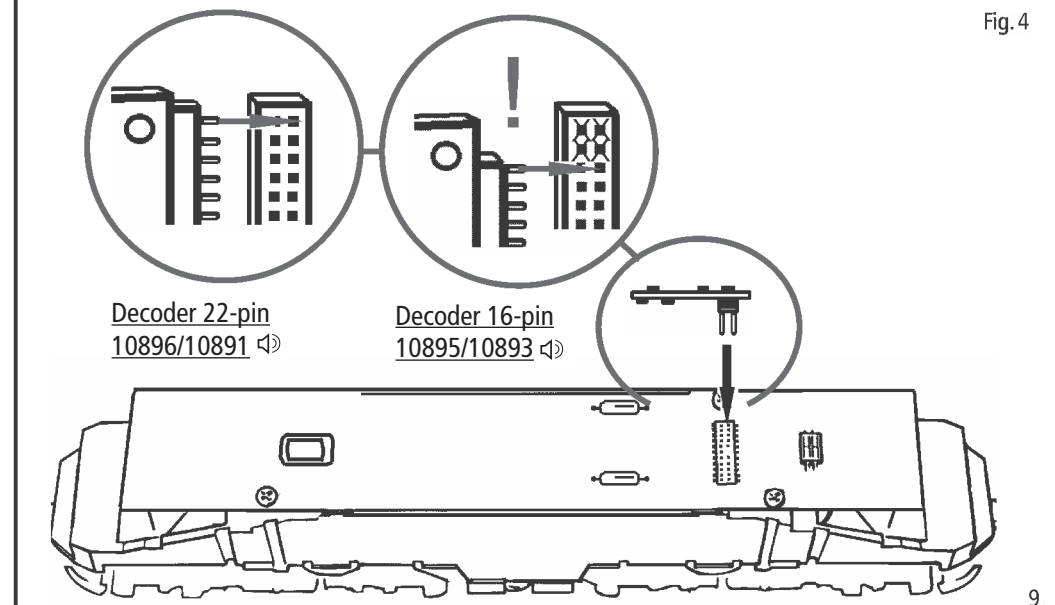

Fig. 4
**Mehrzugbetrieb:** Zuerst Lokgehäuse abnehmen (Fig. 3). Danach den Brückenstecker aus der Schnittstelle entfernen (diesen sorgsam aufbewahren). Danach den Stecker des Steuerbausteins lagerichtig einsetzen (siehe Fig. 4).
Finally put the plug of the chip into the interface as shown in fig. 4.
**Drift av flere tog:** Fjern bropluggen fra grensesnittet (ta godt vare på). Sett til slutt inn pluggen for kontrollenheten i riktig posisjon (fig. 4).